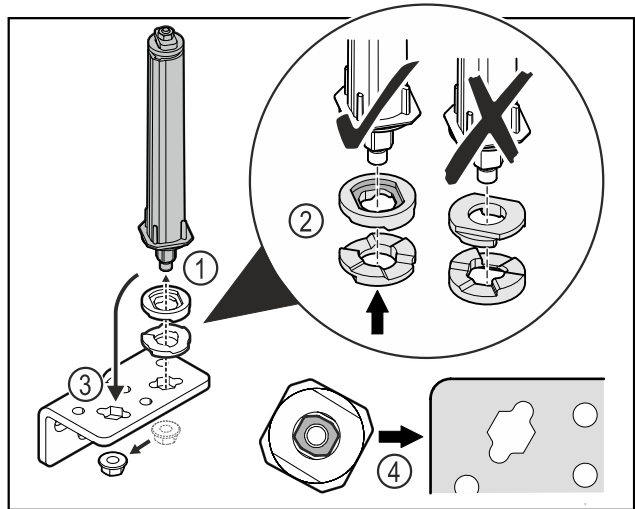

Fig. 39
- ▶ Atlaisvinkite veržlę ir pašalinkite durų uždarymo sistemą Fig. 39 (1).
- ▶ Atkreipkite dėmesį į tai, kad aukščio reguliavimo poveržlės būtų tinkamai išlygiuotos Fig. 39 (2).
- ▶ Perkelkite durų uždarymo sistemą šarnyriniame kampuočiuje ir užfiksuokite veržle Fig. 39 (3).
- ▶ Įstatydami atkreipkite dėmesį į tai, kad durų uždarymo sistema būtų tinkamai išlygiuota Fig. 39 (4).